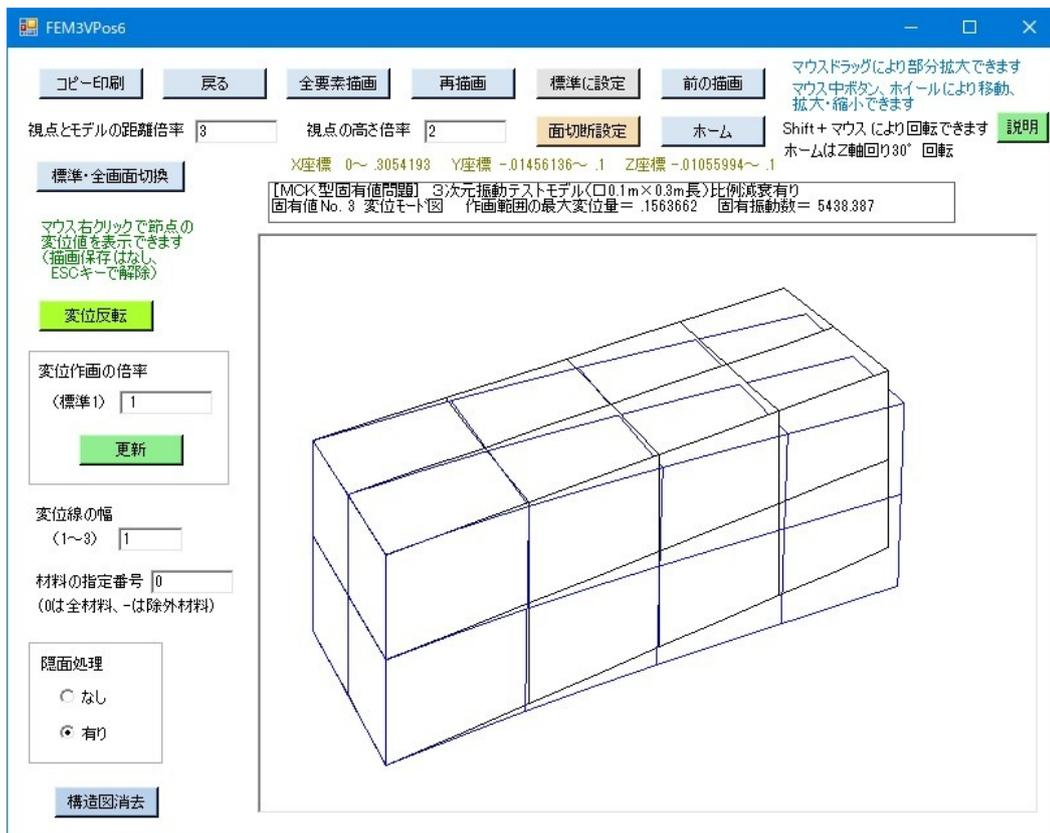
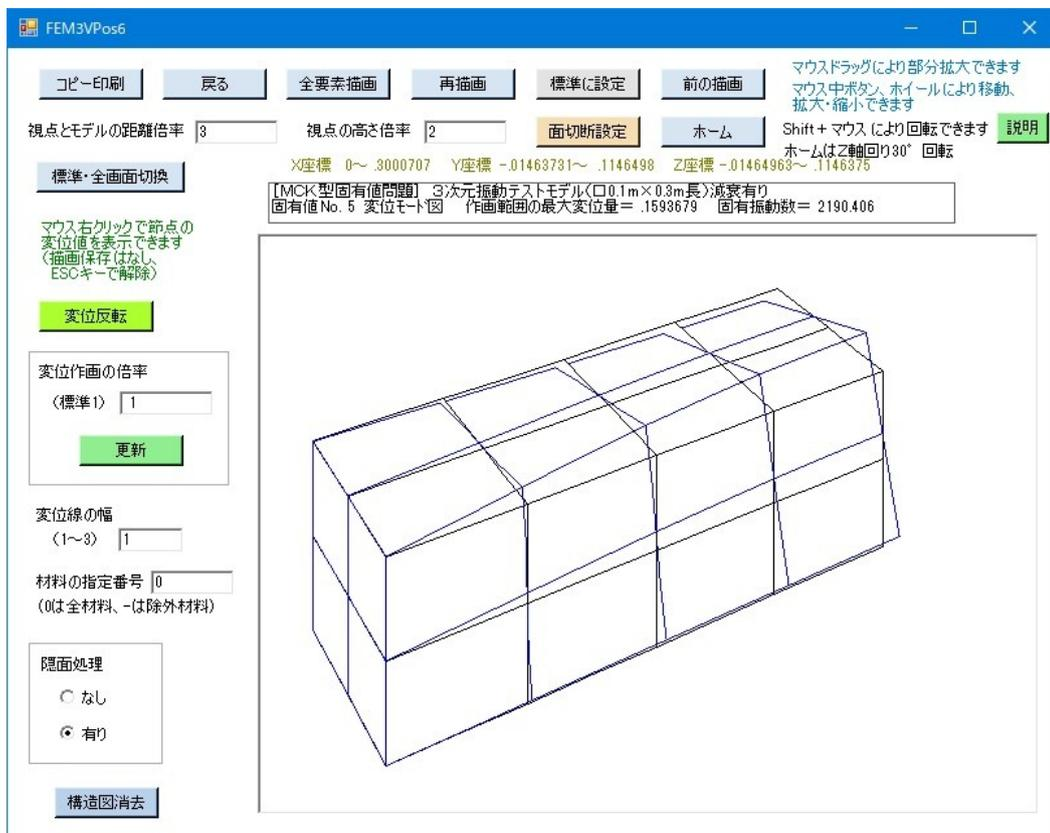

図7-14 変位モード図の作画画面（正方形棒、比例減衰のMCK型）
図7-15 変位モード図の作画画面（正方形棒、減衰個別設定のMCK型）
また、図7-14と図7-15に、MK型でない場合の変位モード図の画面例を示します。
- 1) 図7-14は比例減衰のMCK型の場合で、固有値は複素数ですが、固有ベクトルは実数です。ただし、比例減衰のMCK型の固有ベクトルはMK型と同じですので、同図では2対目の固有ベクトルに相当する変位モードを示しています。
- 2) 図7-15は減衰個別設定のMCK型の場合で、固有値と固有ベクトルは共に複素数です。同図では3対目の固有ベクトルに相当する変位モードを示しています。